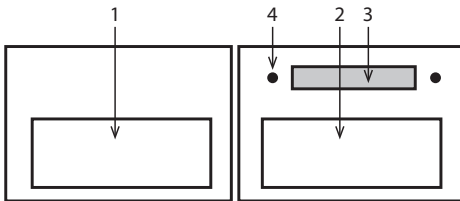

Рис. 2
3.2 Загальний вигляд елементів світлофільтру представлений на рис. 2
6.3 Якщо маска не використовувалася протягом тривалого часу слід звернути особливу увагу на чистоту датчиків дуги (рис. 2, п.4). При необхідності очистіть їх від пилу.